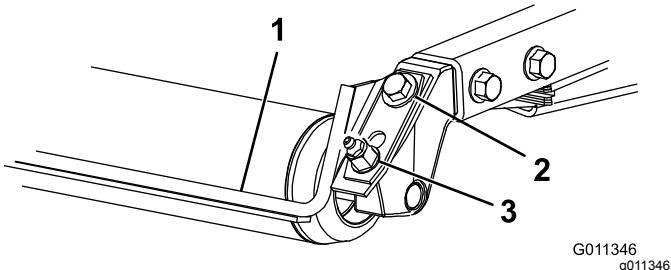

Figura 6
1. Allentate il raccordo d'ingrassaggio e la vite di montaggio (Figura 6).